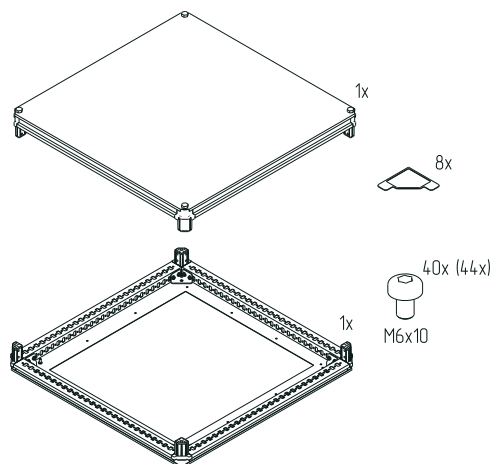

Рисунок 1 – Крыша и основание
- проверить комплектность крыши и основания (рисунок 1);